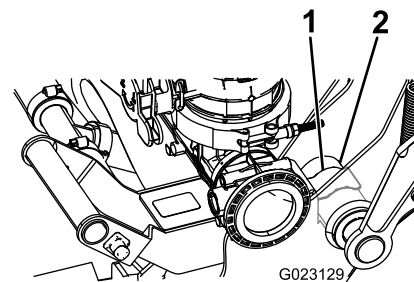

図 15
- D. そして、その位置から押して、クランプをピボットハウジングにはめる 図 15。